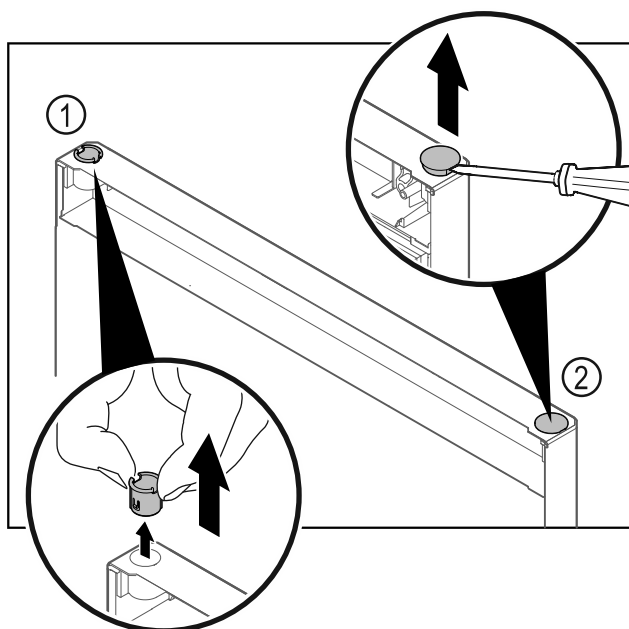

Fig. 18
- Retirer la bague Fig. 18 (1) avec les doigts.
- Soulever délicatement le bouchon Fig. 18 (2) avec un tournevis plat et le retirer.